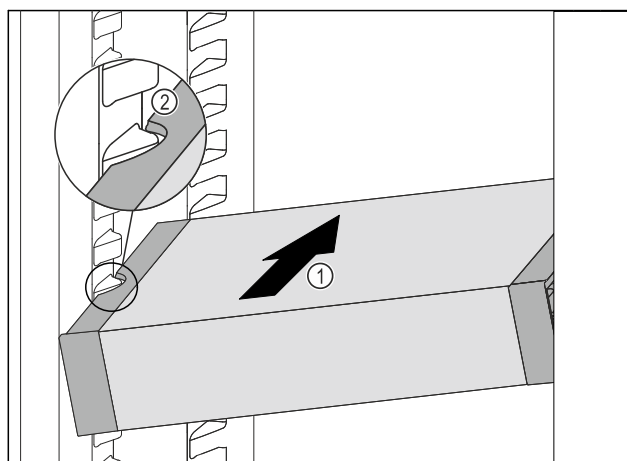

Fig. 239
- VarioSafe wsunąć ukośnie do chłodziarki Fig. 239 (1), aż boczne wycięcia Fig. 239 (2) VarioSafe będą się znajdować na wysokości żeber pojemnika w chłodziarce.